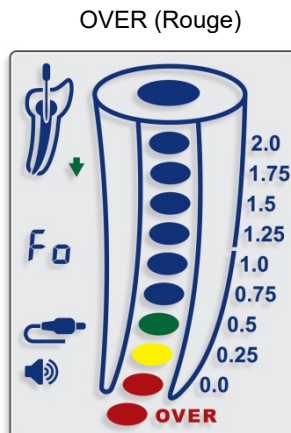

Fig. 11
**⚠** Le message **OVER** en rouge accompagné de bips rapprochés indique que la pointe de la lime est allée au-delà du foramen dans la région périapicale - « Exploration instrumentale excessive » (fig. 11).